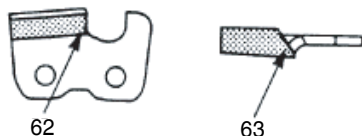

Fig. 48
- 6) Limez suffisamment pour éliminer tous les dégâts survenus au tranchant des lames (platine supérieure (62) et platine latérale (63)) du maillon-gouge. (Fig. 48)